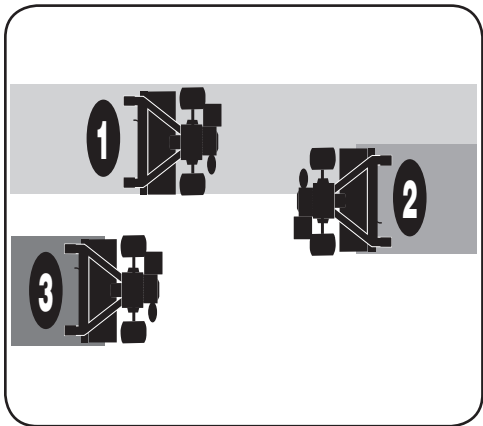

Figura 4-8
- Si las dimensiones del jardín no permiten la labranza en sentido longitudinal y luego en sentido transversal, traslape las primeras pasadas por la mitad del ancho de la cultivadora, continuando con sucesivas pasadas a un cuarto del ancho. Vea la Figura 4-8.